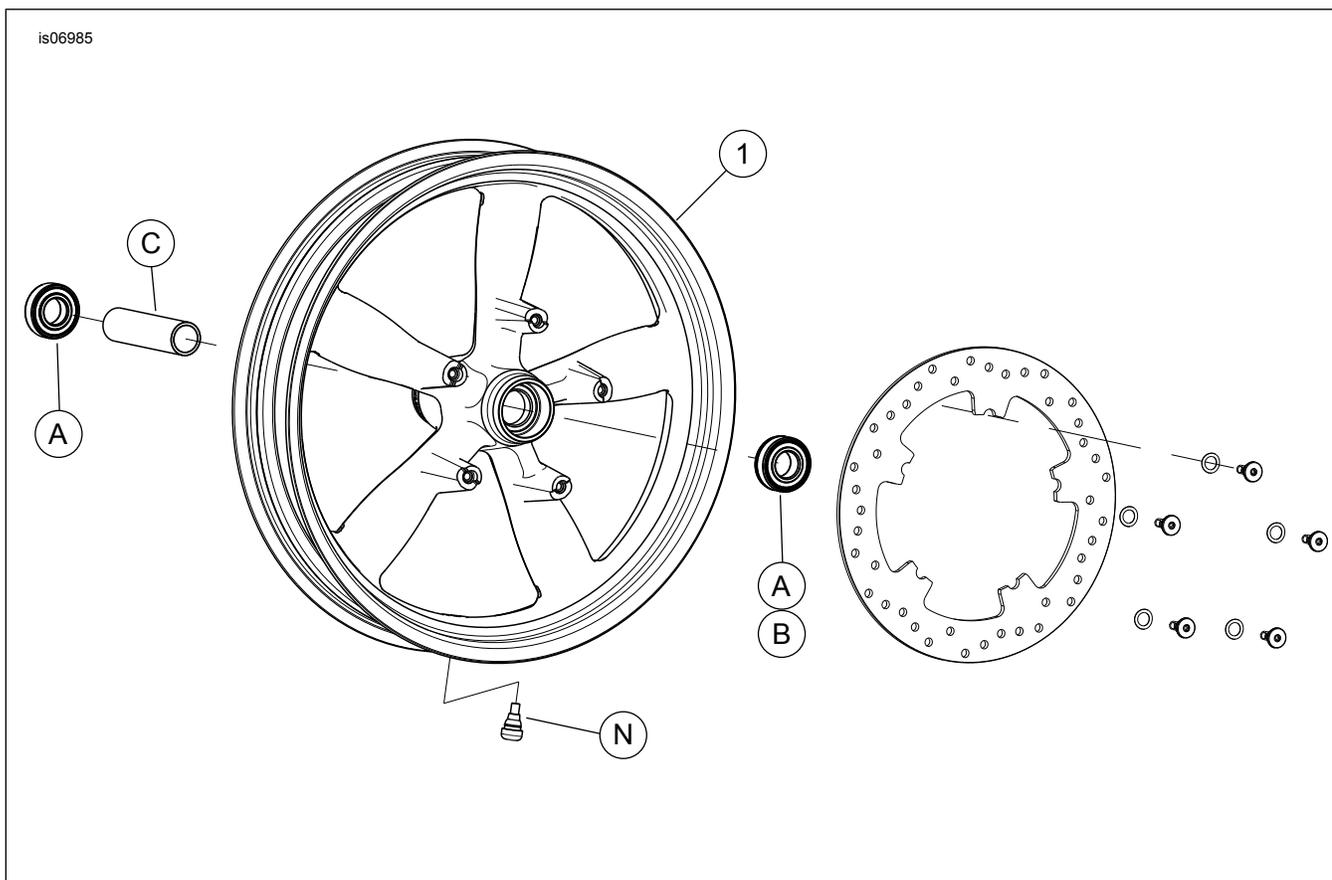

Figure 1. Pièces détachées : Roue avant Vapor
2. Voir Figure 1. Installer l'ensemble de tige de valve (N) sur la roue. Voir le manuel d'entretien.